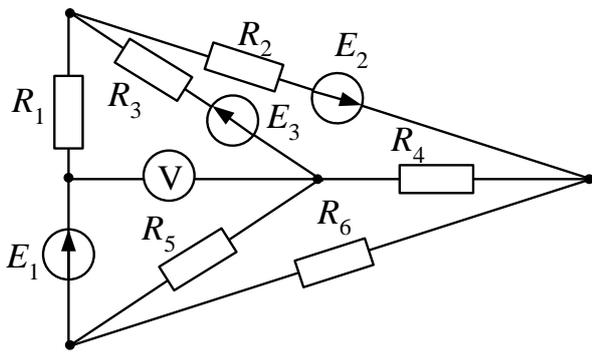

Рис. 1.1
**Задача 1.** Для электрических цепей, схемы которых изображены на рис. 1.1–1.20, по заданным величинам сопротивлений и электродвижущих сил (табл. 7) выполнить следующие операции: